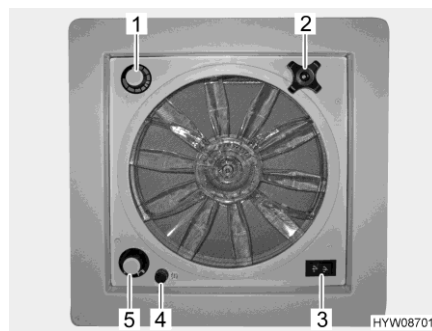

Fig. 80 Claraboya con ventilador
- ▷ Un fusible de 4 A (Fig. 80,4) protege al motor del ventilador de sobrecarga. Si ha ocurrido una sobrecarga: Determinar y remediar primero la causa (p. ej. obstrucción del ventilador) y sustituir el fusible apenas después.
- Girar el tirador giratorio (Fig. 80,2) hasta alcanzar el ángulo de apertura deseado.
- Ajustar el interruptor oscilante (Fig. 80,3) en "Ventilación" (corriente de aire del exterior al interior) o en "Purga de aire" (corriente de aire del interior al exterior).
- Ajustar el interruptor oscilante (Fig. 80,3) en la posición central.
- Ajustar el interruptor giratorio (Fig. 80,5) en el nivel deseado:
- Girar el termostato (Fig. 80,1) hasta el tope en sentido "azul".
- Girar el capuchón negro (Fig. 80,4) un cuarto de vuelta en sentido contrario a las agujas del reloj.